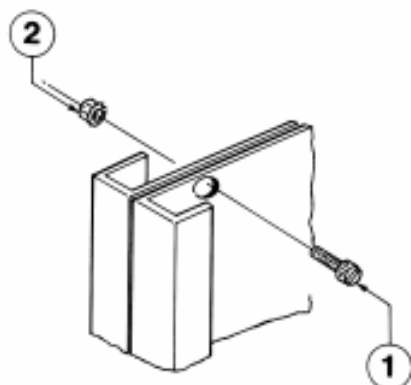

Fig. 14 Accoppiamento scomparti
5.5.4. Accoppiamento scomparti (fig. 14)
5.5.4. Cubicle coupling (fig. 14)